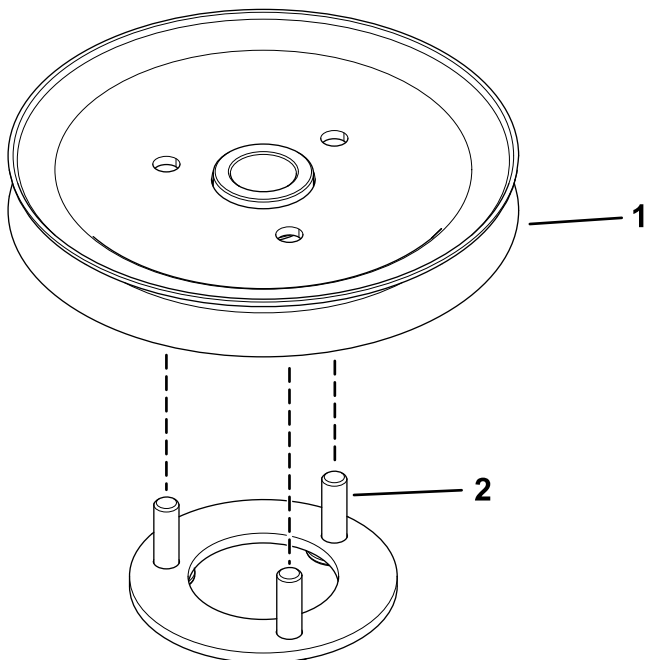

**Figur 6**
2. Fjern den øverste møtrik, spændeskive og skive fra spindlen (Figur 6).